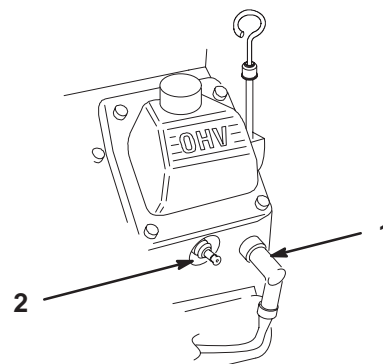

Figure 38
2. Débranchez les fils des bougies (Fig. 38). Nettoyez la surface autour des bougies pour éviter que des impuretés endommagent le moteur en tombant à l'intérieur.